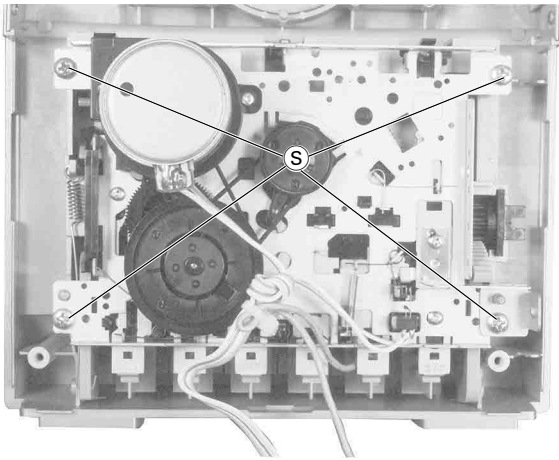

Fig. 9
- 4 Schrauben **S** (Fig. 9) herausdrehen.
- Undo 4 screws **S** (Fig. 9).